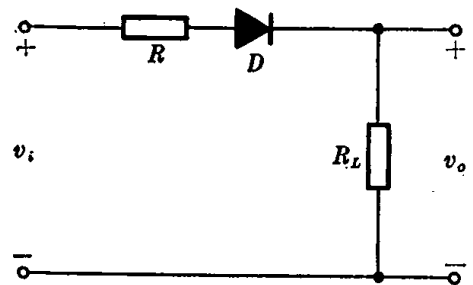

图 1. 27
1. 27 由理想二极管组成的电路,如图 1. 27 所示。若输入电压分别为峰值等于 1V 的矩形波、正弦波、三角波,试画出相应的输出电压波形。